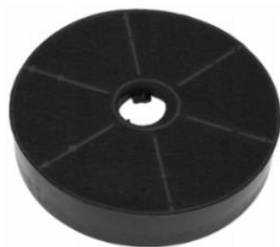

Рис. 3
2) Рециркуляции (рис. 4b) – внутренняя циркуляция воздуха через угольные фильтры (рис. 3).
В этом режиме на вытяжку должны быть установлены угольные запахоулавливающие фильтры (рис. 3). Эти фильтры не входят в комплект вытяжки и приобретаются отдельно.